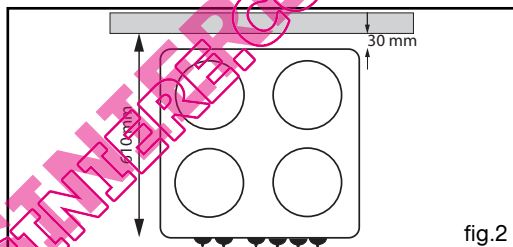

fig.2
• Grille sécurité anti-basculement fig.2
610 mm (voir fig. 2, vue de dessus).
- Desserrez les vis du serre-câble (**fig.2**).
- Introduisez le câble d'alimentation par le côté du capot et dans le serre-câble situé à droite du bornier. (Reportez-vous au tableau de la page précédente pour le choix de la section du câble) (**fig.2**).
• **SYSTEME D'AIDE D'OUVERTURE DU TIROIR - (fig.2)**